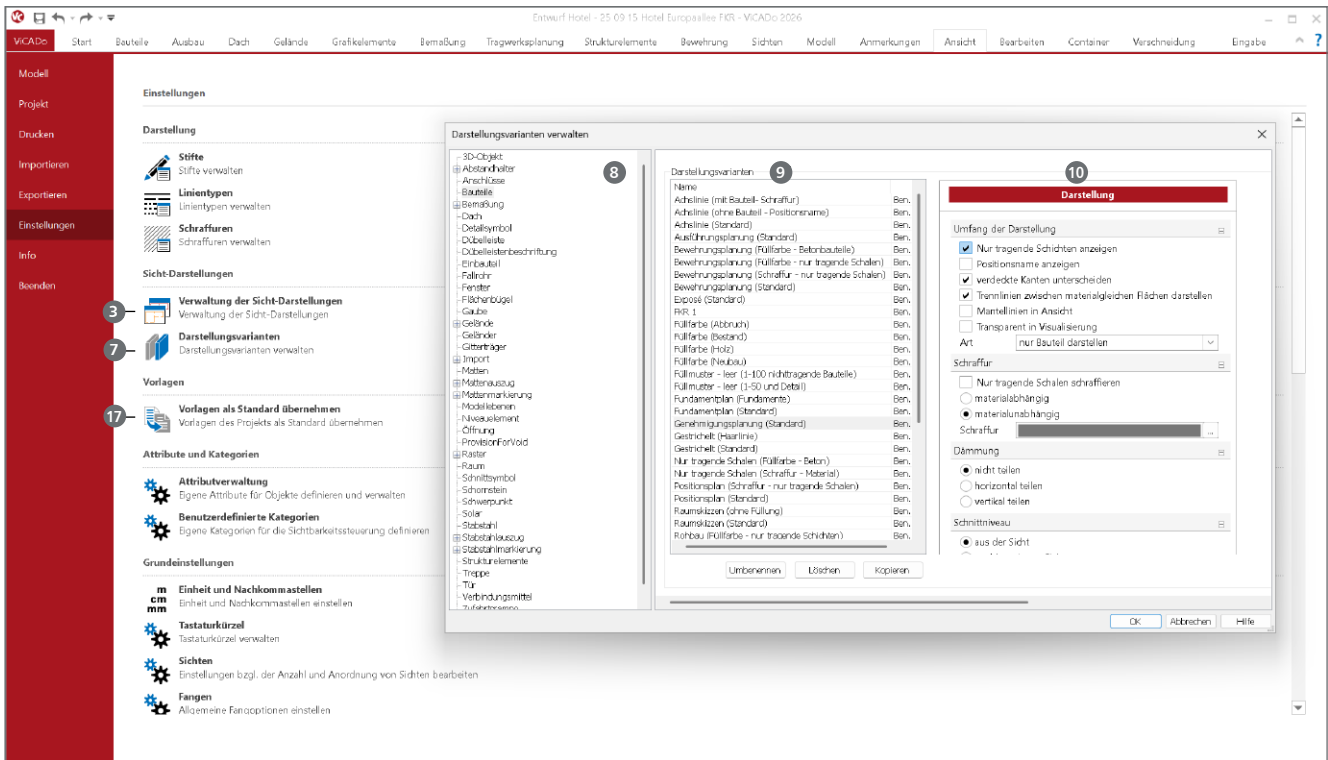

Bild 7. Darstellungsvarianten verwalten
Tipp: In der Rubrik „Einstellung“ im Systemmenü können unter „Verwalten der Sicht-Darstellung“ (3) (Bild 7) die Bezeichnungen der Sicht-Darstellungen sowie die Reihenfolge angepasst werden.
In der Rubrik „Einstellungen“ im Systemmenü (Bild 7) können unter „Darstellungsvarianten“ 7 sämtliche Darstellungsvarianten verwaltet werden.